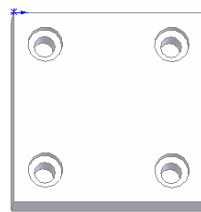

图 5-201 旋转视图的图形
⑧ 设置视图方向。单击“标准视图”工具栏中的“旋转视图”图标，将视图以合适的方向显示，结果如图 5-201 所示。